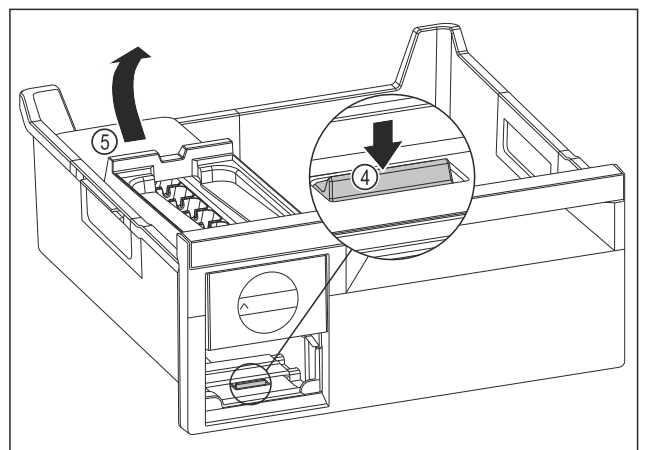

Fig. 143
- Estrarre il corpo dell'EasyTwist-Ice: Con un dito spingere la linguetta Fig. 143 (4) verso il basso e allo stesso tempo, con l'altra mano, sollevare il corpo dell' EasyTwist-Ice Fig. 143 (5) da dietro.